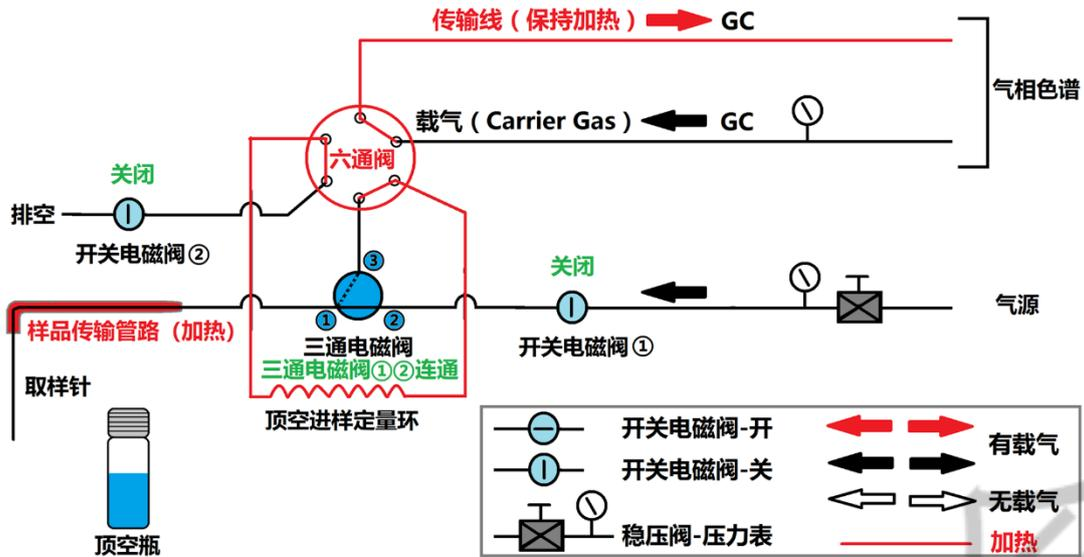

图 4 压力回路式顶空进样器的典型仪器流路
压力回路式的顶空进样器典型仪器流路(图4)主要由以下组成：①气源及流量控制阀，一般也称之为吹扫气，主要作用是向顶空瓶加压和吹扫流路；②顶空瓶及其加热装置；③进行流路切换的六通阀和开关电磁阀；④可加热的样品传输管线和普通（或者惰性化）的管线等。